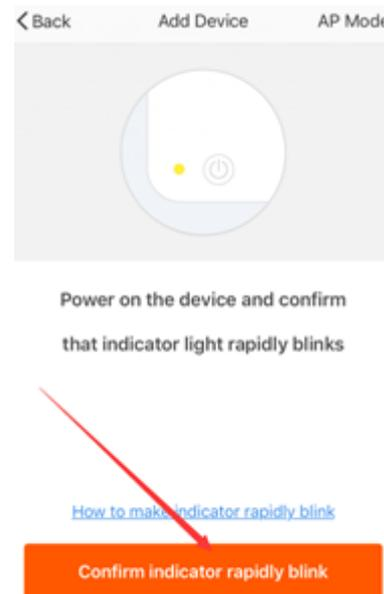

Figura 4
- Se la spia sul dispositivo lampeggia rapidamente, premere il pulsante con su scritto “L’indicatore di conferma lampeggia rapidamente” come mostrato nella figura 4,